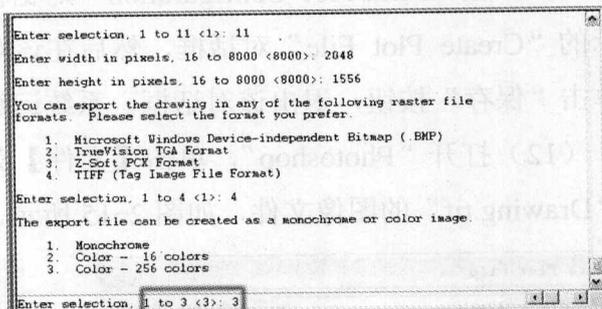

图 2-7
(6) 在下面的提示行中会弹出三种系统提供的输出图像的颜色模式, 我们一般选择第三种“Color—256 colors”模式, 如图 2-7 所示, 在“Enter selection”提示行后输入“3”, 然后按【回车】键确定。